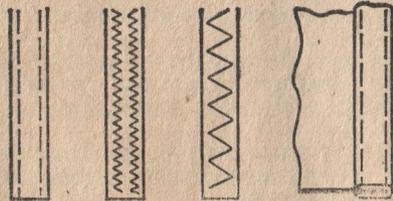

Рис. 47.
**7.19.12. Пришивание тесьмы (рис. 47)**
Тесьму можно пришивать различными способами, как указано на рис. 47: